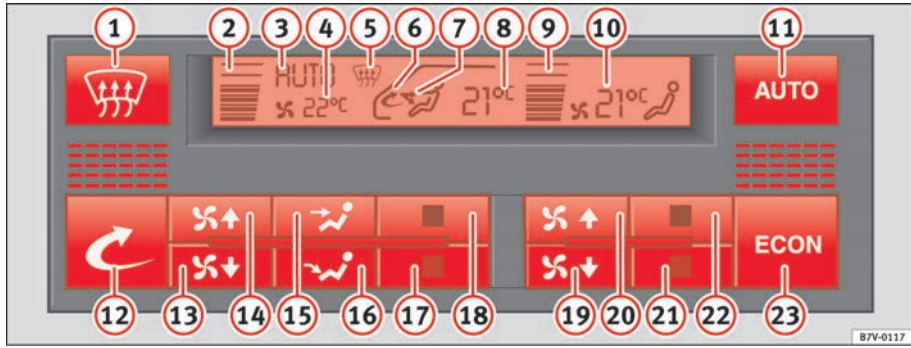

Abb. 119 Ausschnitt aus Instrumententafel: Bedienelemente Climatronic
– Mit den Tasten ⇒ Abb. 119 21 und 22 wird die Temperatur gewählt und bleibt gespeichert, bis eine andere Temperatur gewählt wird